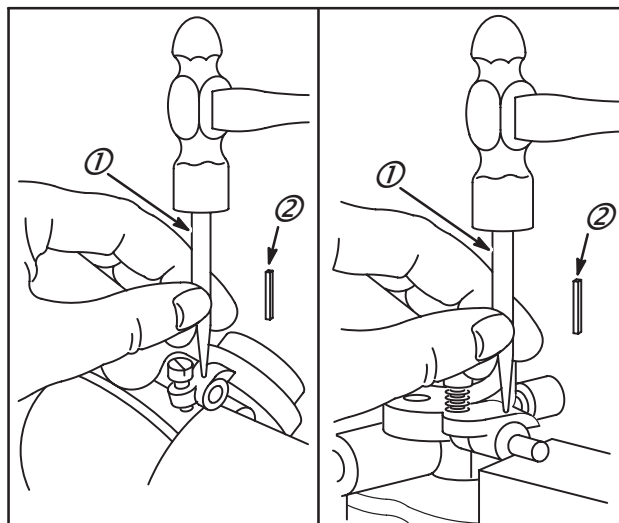

Fig. 137
Pour déposer l'axe, chasser la goupille (2) de maintien à l'aide d'un chasse-goupille (1) de petit diamètre, déposer le papillon puis retirer l'axe, Fig. 137.